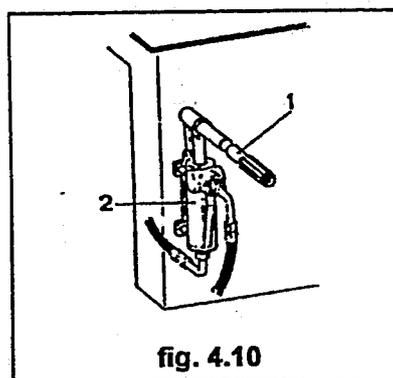

fig. 4.10
- effettuare il comando desiderato e contemporaneamente agire sulla pompa a mano (*fig. 4.10 pos. 1, 2*).